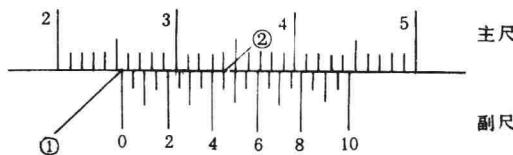

图 1-18 测值的读取
①在进行测定作业时，应确认被测工件表面无污物与异常，主尺的 0 点与副尺 0 点对正。
- ②仔细擦拭整个游标卡尺，并确认副尺可平稳地滑动。
- ③使游标卡尺与被测表面处于垂直状态。
- ④被测工件应尽量靠近主尺基准面卡紧。
- ⑤为防止测量者发生视觉误差，应使眼睛位置处于主尺与刻度线对合处的正上方。
- ⑥测量软体工件时，不可施加超过其承受能力的力。
- ⑦图 1-18 示出读取游标卡尺测值的方法。此时，1mm 以上的数值由主尺（箭头①）读取，1mm 以下的数值由主尺与副尺刻度线对合处（箭头②）读取。图中数值为 25.45mm。